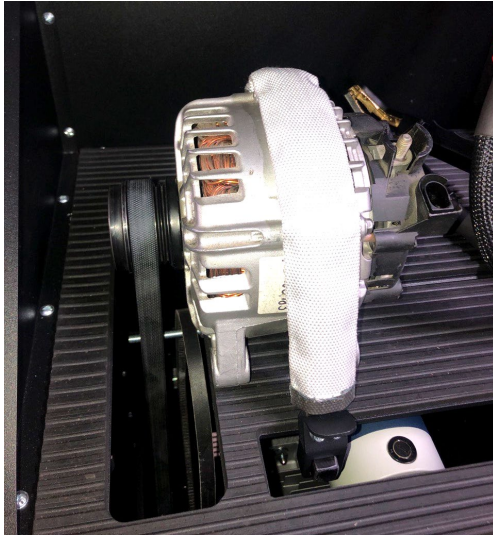

Рисунок 14. Монтаж і фіксація генератора на стенді
**УВАГА!** Положенням ланцюга на генераторі потрібно домогтися того, щоб після натяжки ремня генератор був у горизонтальному положенні (див. рис. 14). Нахил генератора призводить до проковзування ремня на шківі та швидкого його зносу.